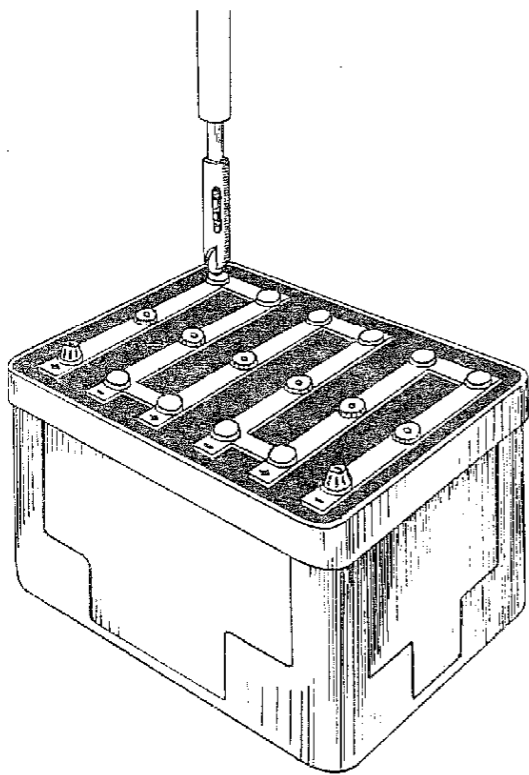

Рис. 202. Высверливание межэлементных соединений
1.5. Высверлить трубчатым сверлом (рис. 202) кольцевые отверстия вокруг штырей в межэлементных соединениях и снять межэлементные соединения (дрель ручная, сверло трубчатое 14 мм).